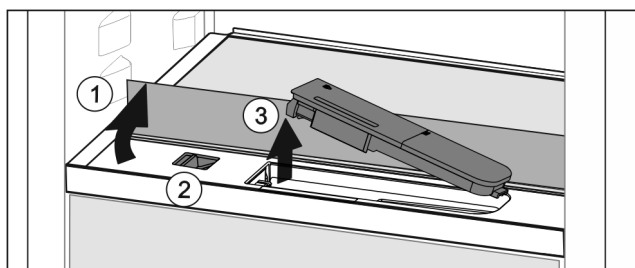

Fig. 45
- Поднять стеклянную панель и откинуть до упора назад (Fig. 45 (1)).
- Сдвиньте ползунок Fig. 45 (2) влево.
- Вынуть бак для воды Fig. 45 (3).